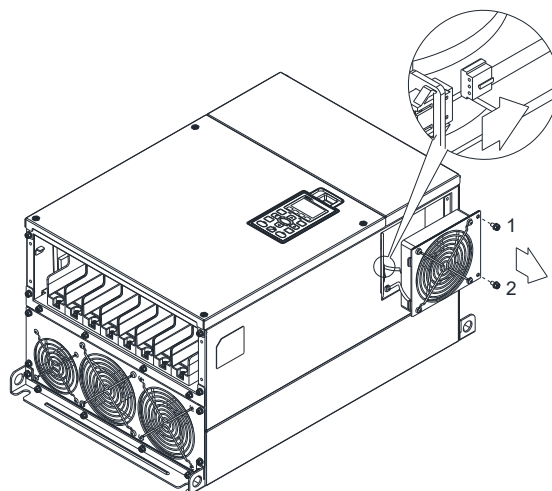

图 2
1. 松开螺丝 1~4(如图 2),并拆除风扇电源接头(如下图局部放大图所示),才可以取出风扇。螺丝 1~4 扭力值 :24~26 kg-cm / [20.8~22.6 lb-in.] / [2.4~2.5 Nm]